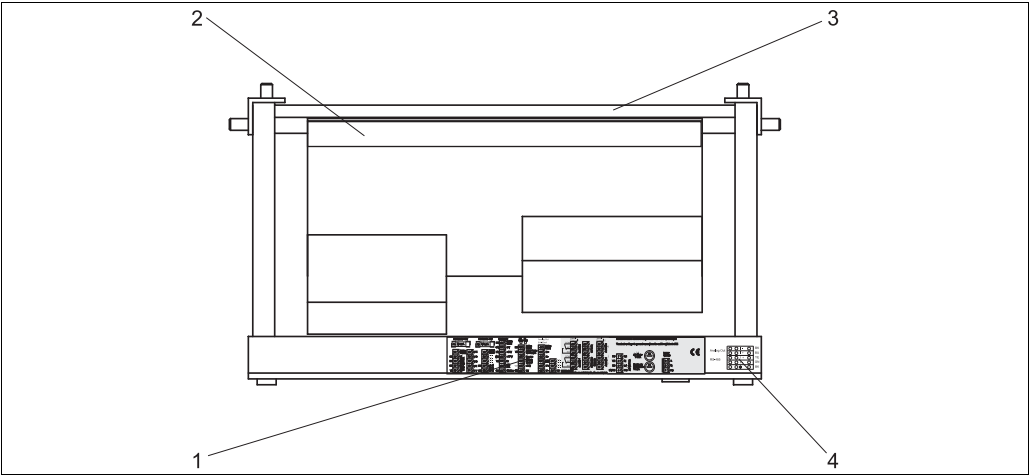

图 13: 分析仪俯视图 (无外壳分析仪和面板前倾时)
► 仅允许参照设备内的接线端子分配标签 (→ 图 13) 进行分析仪接线！